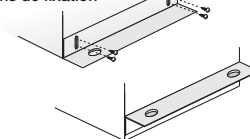

Figura 7
2. Fije los soportes de montaje ajustables en el ventilador, pero deje los tornillos sueltos hasta que se determine la altura adecuada, como se muestra en la Figura 7.